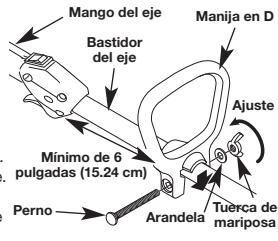

Fig. 1
- Presione la manija en D hacia abajo sobre el eje de vivienda a fin de que el perno cuadrado agujero en el mango esté a la derecha (Fig. 1).